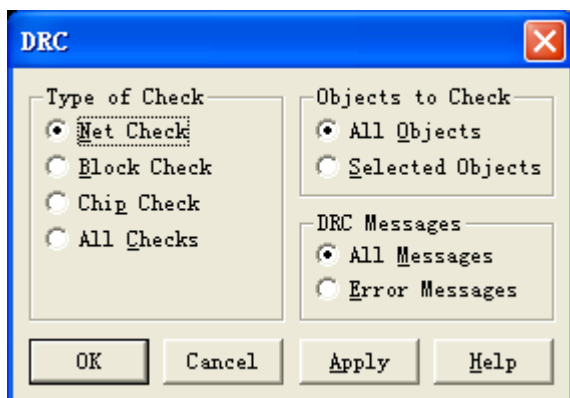

图 10-2-10 设置 DRC 检查检查
- 手工布线结束后要进行规则检查，看看布线结果是否符合要求，点击 **Tools->DRC->Setup...** 会出现设置检查规则的窗口，如图 10-2-10 所示，点击 **Tools->DRC->Run**，看看有没有错误和警告信息，如果有错误需要更改相关的地方；